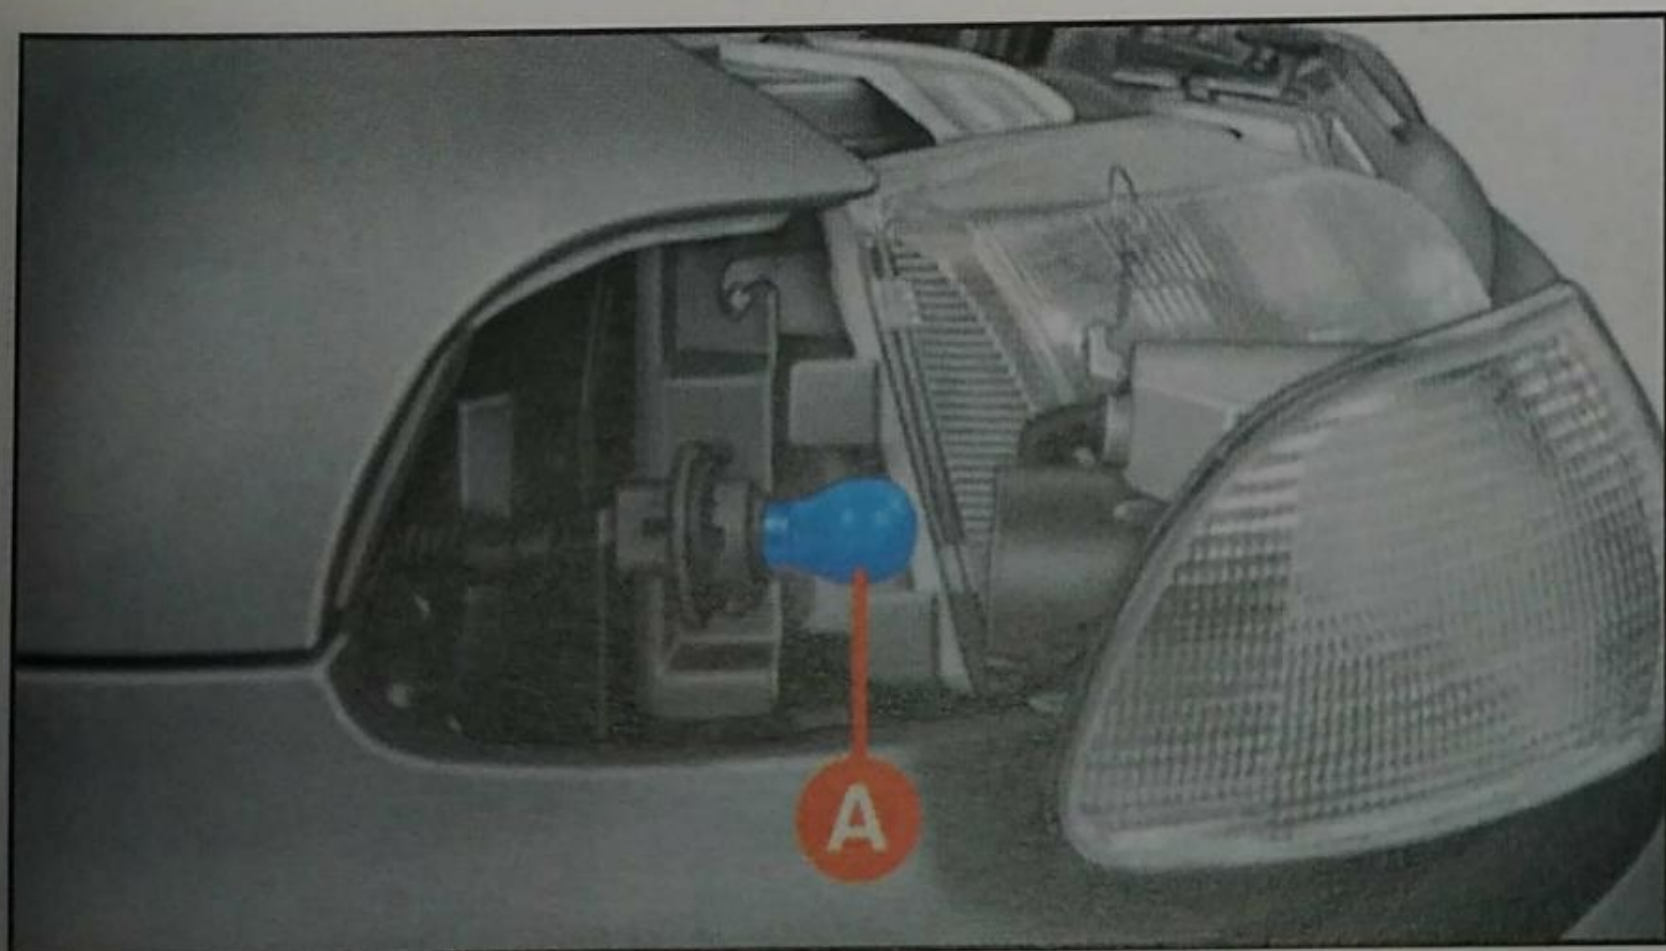

Fig. 16
4) Remover la lámpara **A-fig. 16**, empujándola un poco y girándola en sentido antihorario.